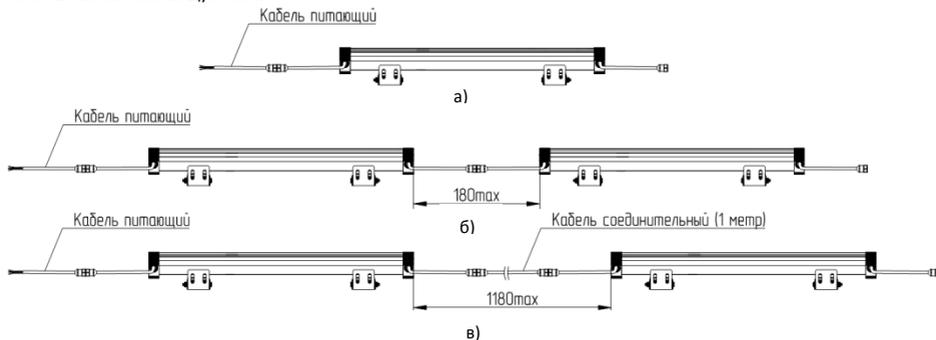

Рисунок 3 – Подключение линейного прожектора.
- 5.4. На прожекторе предусмотрены два кабеля для подключения прибора в сеть. Подсоедините питающий кабель к входному/выходному коннектору (см. рисунок 3, а).
- 5.5. Для встраивания прожектора в линию предусмотрены два кабеля питания с герметичными разъемами (тип «папа» и «мама»). В этом случае нет необходимости подключать каждый прибор к питающей сети. Всего возможно подключение до 12 приборов в одну линию. (см. рисунок 3, б)
- 5.7. Если необходимо увеличить дистанцию между прожекторами более 180мм (но не менее 1180мм), соедините их при помощи соединительного кабеля (см. Рисунок 3, в).